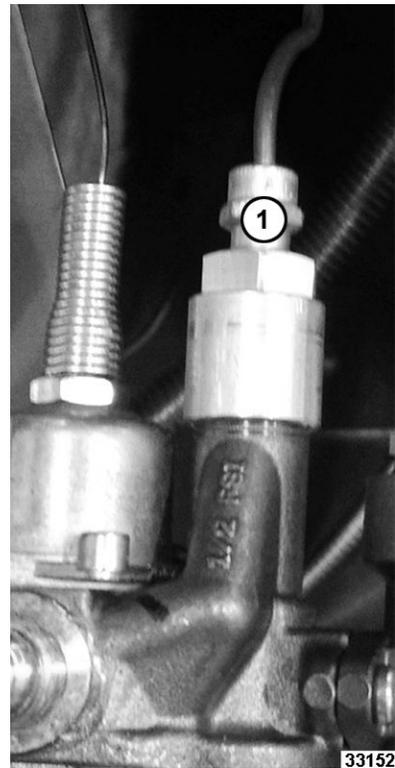

Fig. 94
6. Remove thermocouple (1, Fig. 94).